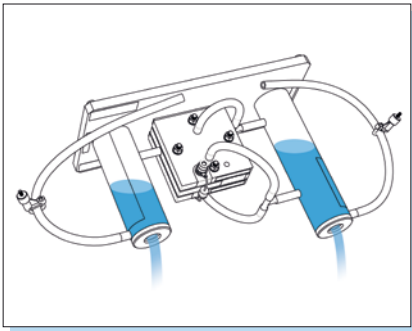

Abb. 5: Wasser entleeren
- Wasser aus den Gasspeichern entleeren, wie in Abbildung 5 dargestellt.
Die Abbildung 5 gilt exemplarisch für beide Modelle. Die Arbeitsschritte sind identisch.